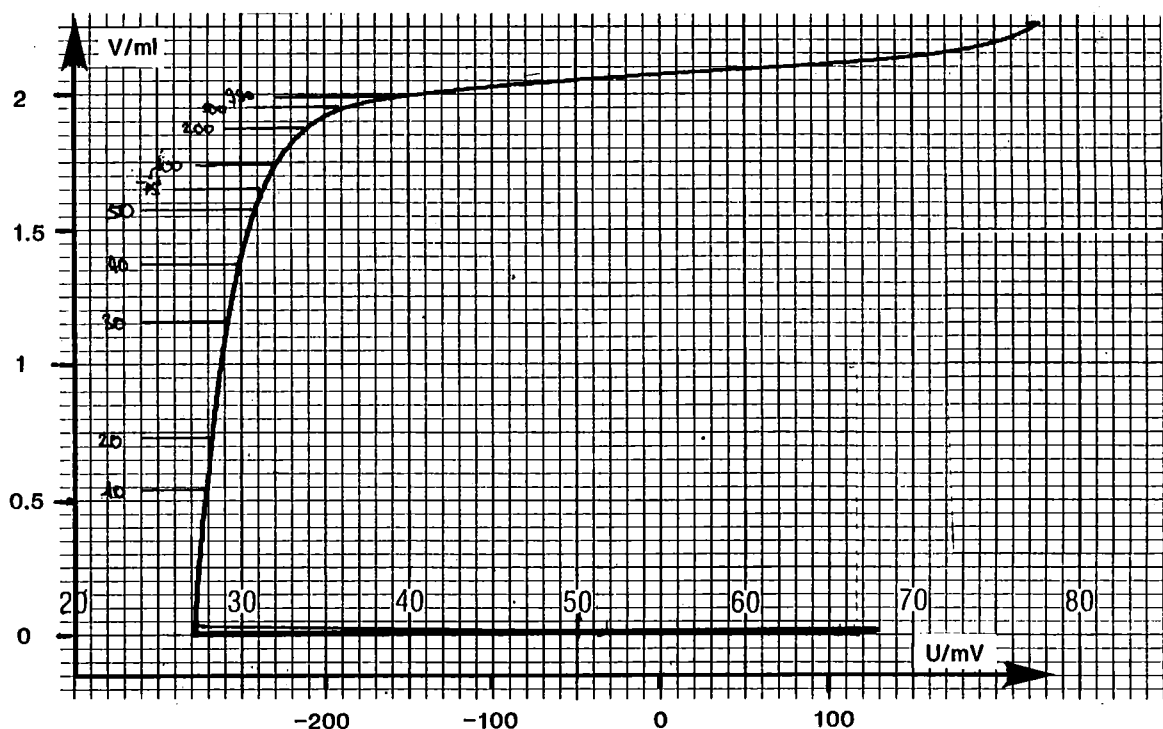

Fig. 3.1
Bis die gesetzte Kurvensteilheit erreicht ist, wird mit maximaler Titrirgeschwindigkeit dosiert (siehe Fig. 3.1).
3. start slope (siehe Fig. 3.1)